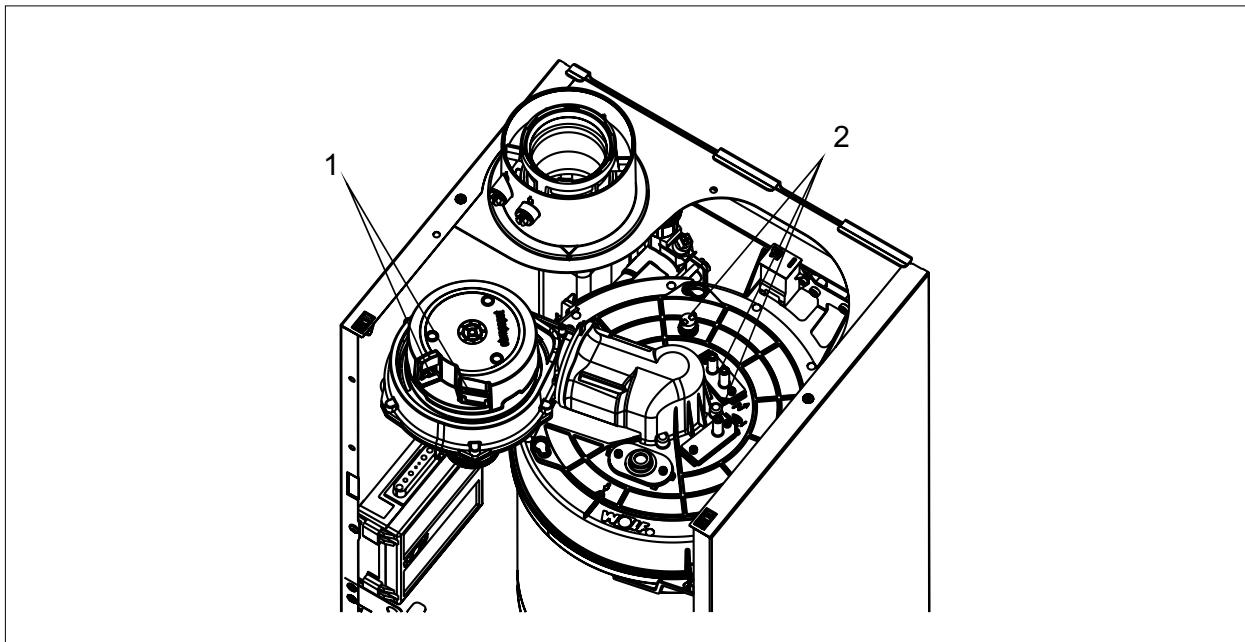

Fig. 5.7 Aflojar el cable de conexión de la tapa de la cámara de combustión
- ▶ Comprobar si la junta (1) presenta daños y sustituir en caso necesario.
- ▶ Colocar la tapa de la cámara de combustión (4) sobre la cámara de combustión.
- ▶ Montar la nueva junta de gas (2) y apretar la tuerca del racor.
- ▶ Conectar el conector del electrodo de encendido y de ionización, STB y ventilador, véase Fig. 5.7.